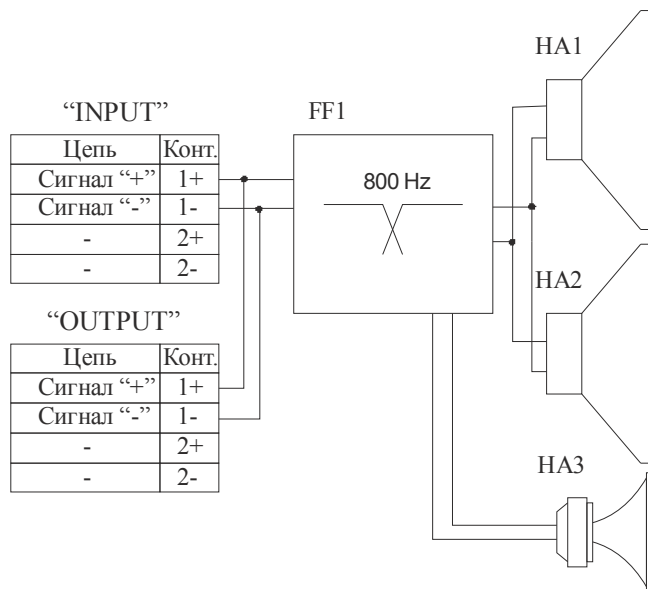

Рис.2. Схема электрическая структурная
4.2 Для отдельного подвода НЧ и ВЧ составляющих звукового сигнала к динамическим головкам АС оснащена разделительным фильтром с частотой раздела 800 Гц. Структурная электрическая схема АС приведена на рис.2.